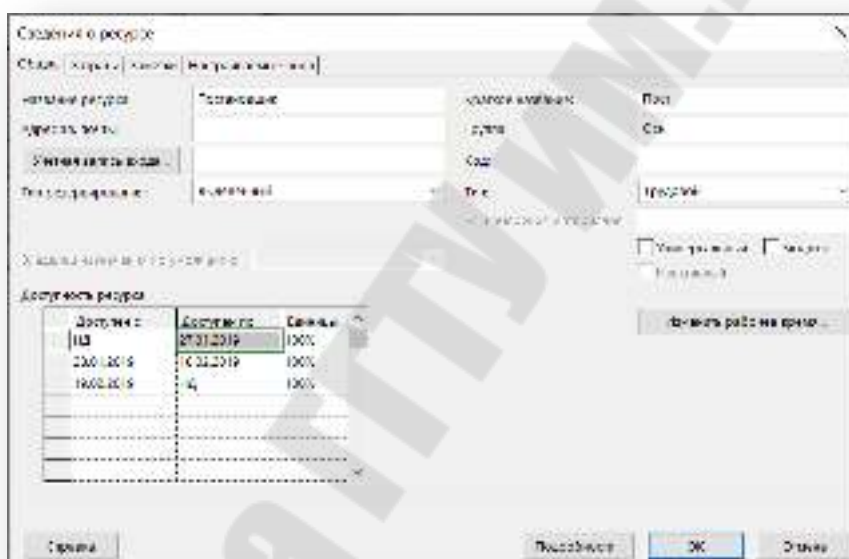

Рис. 2.27. Окно ввода свойств ресурса *Постановщик*
2. В открывшемся окне выбрать вкладку *Общие* (рисунок 2.27).